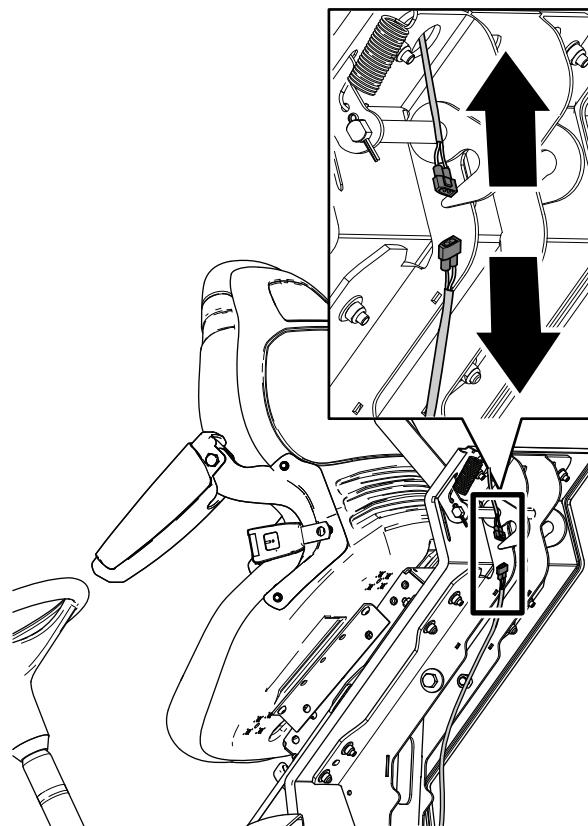

Figure 4
1. Débranchez le connecteur associé au faisceau du siège du connecteur du faisceau de la machine (Figure 4).